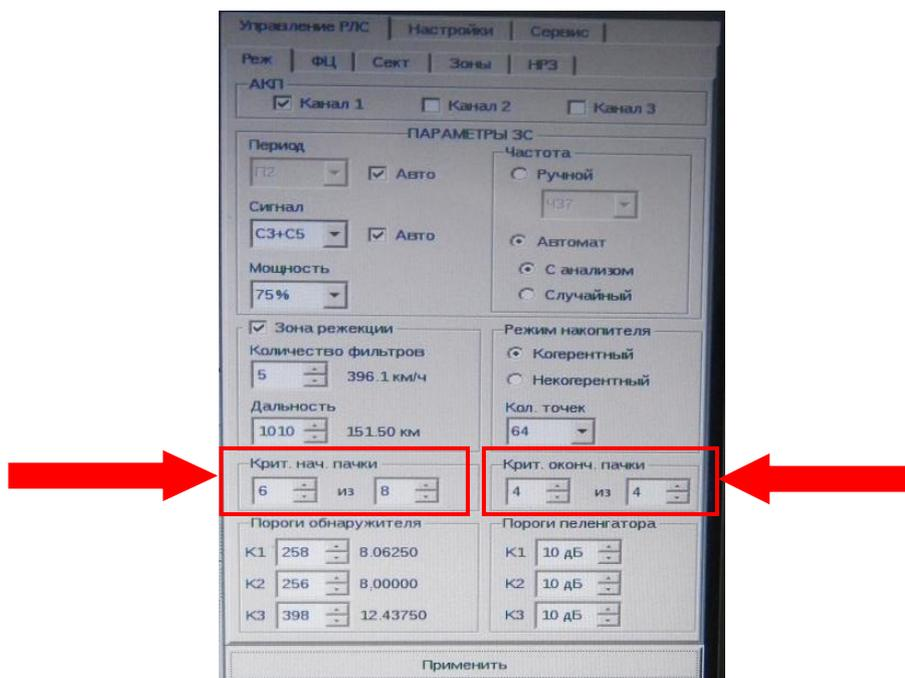

Рис. 2.37. Критерий начала и окончания пачки
- критерий начала пачки: 6 из 8; критерий окончания пачки: 4 из 4 (рис. 2.37);